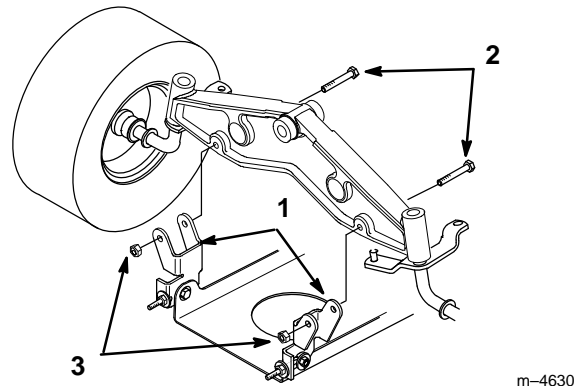

Figure 44
5. Fixer les supports de pivots du plateau de coupe à l'essieu avant à l'aide des boulons et écrous (Fig. 44).